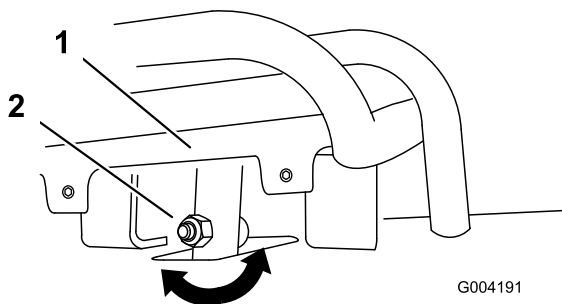
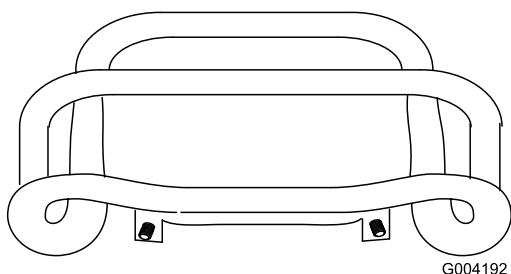

Figura 54
Figura 55
4. Se la parte anteriore del comando della trazione non rimane diritta e a filo con la barra di riferimento, allentare il dado flangiato e imbullonare lo stelo del comando della trazione (Figura 54).
5. Regolate il comando di trazione in modo che sia a livello rispetto alla barra di riferimento quando lo tirate indietro dritto (Figura 54 e Figura 55).